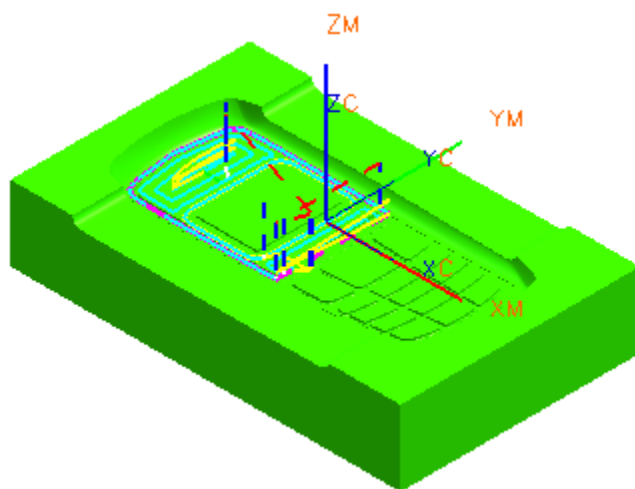

图 9-227
- 单击 , 生成如图 9-227 所示的刀轨，单击 O K。